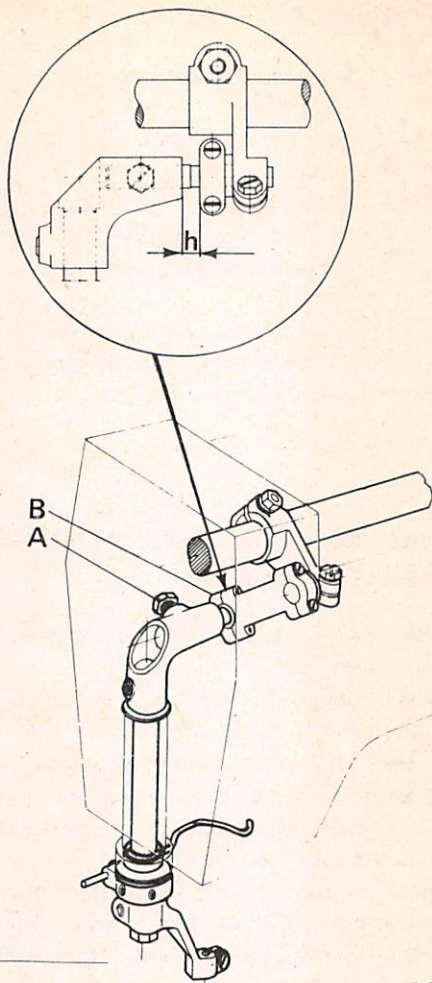

Fig. 34.
1. (quota 'e'). Diminuendo la quota 'h', riportata in fig. 34 si ottiene l'aumento della corsa del crochet, aumentando la quota 'h' si diminuisce.
Per modificare la quota 'h' allentare la vite A (fig. 34) e spostare la testa di biella B.
1. (distance "e") By reducing distance "h", shown in fig. 34, the looper stroke is increased; by increasing distance "h" it is reduced. To modify distance "h" slacken screw A (fig. 34) and shift big end of connecting rod B.